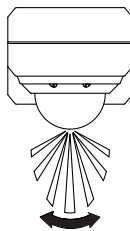

Abb. 1B
- Der Überwachungsbereich des Bewegungsmelders kann in Abhängigkeit von Montagehöhe und Montageort sowie der Umgebungstemperatur leicht variieren. Beachten Sie bitte, bevor Sie einen Platz zur Installation Ihres Bewegungsmelders auswählen, dass der Sensor auf Bewegungen, die quer zum Überwachungsbereich erfolgen (siehe Abb. 1B), empfindlicher reagiert als auf Bewegungen direkt auf den Sensor zu oder weg vom Sensor (siehe Abb. 1C).